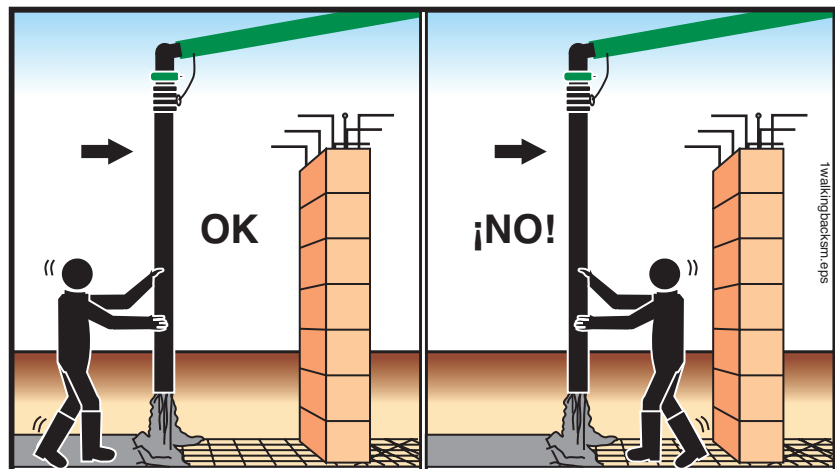

Figura 85
17.13 **⚠️ ADVERTENCIA** El encargado de la manguera no deberá caminar retrocediendo (Figura 85). Caminar hacia adelante le permitirá ver los obstáculos y le evitará tropezar.
17.14 **⚠️ ADVERTENCIA** El encargado de la manguera nunca deberá situarse entre la pluma de distribución o la manguera de la pluma de distribución y cualquier objeto fijo, como por ejemplo una pared o columna (Figura 85).